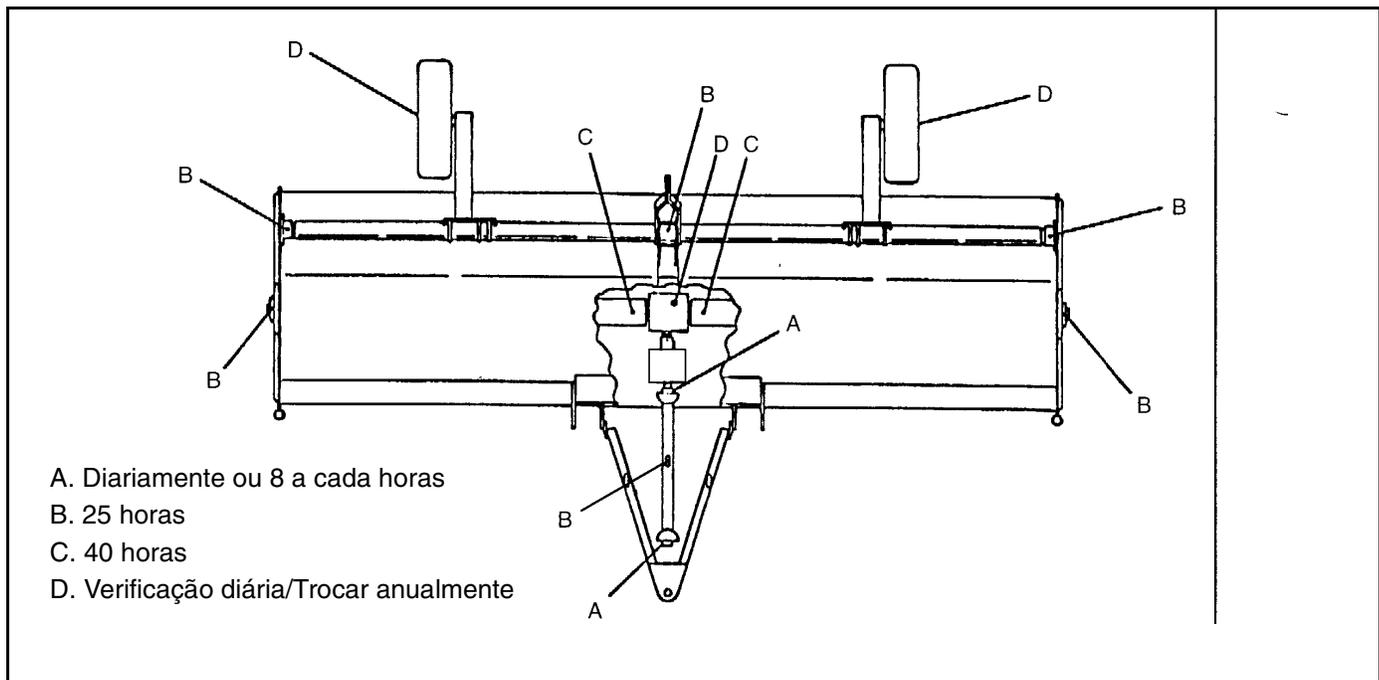

Figura 23. Pontos da lubrificação.
OBSERVAÇÃO: As recomendações são baseadas em condições normais de operação. Circunstâncias severas ou incomuns podem exigir lubrificação ou trocas de óleo mais frequentes. Consulte a Figura 23.
1. Lubrifique a seção telescópica da transmissão da TDP (um local, Posição B, Figura 23).